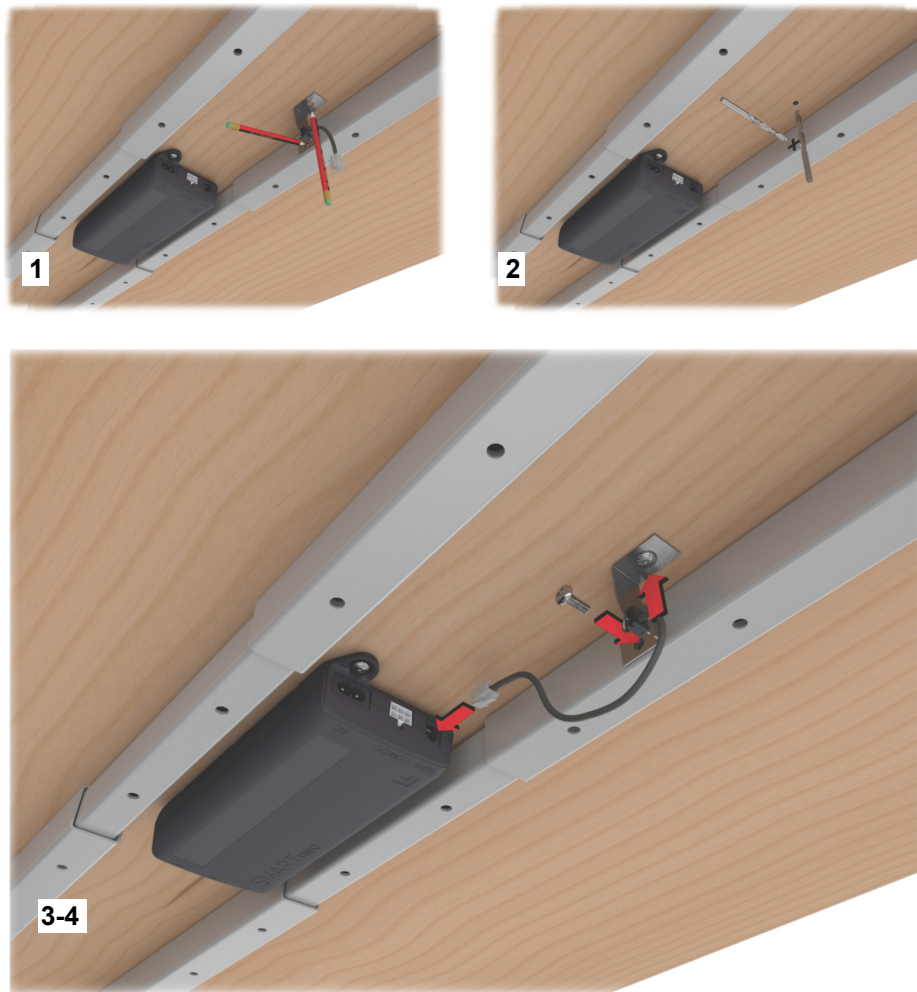

Abbildung 42 Montage des Sensors und Anschluss an die Steuerung SMARTneo-pro
Montieren Sie die mit dem gelben Punkt gekennzeichnete Fläche des Sensors an der Unterseite der Tischplatte und die zweite Fläche des Sensors am Tischrahmen, wie in Abbildung 42 gezeigt:
- 4** Verbinden Sie die Verbindungsleitung der Sensoreinheit mit der Steuerung SMARTneo-pro (siehe Abbildung 42).